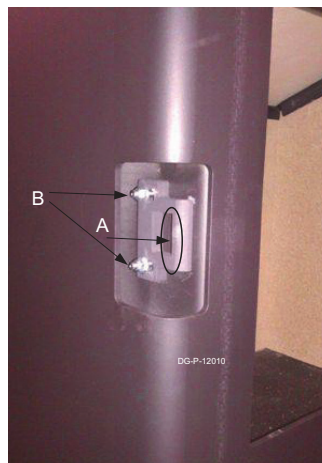
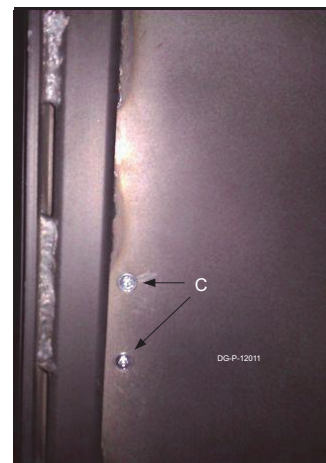

Fig. 1
Fig. 2
- graissez éventuellement avec un peu de graisse résistant à la chaleur la face intérieure de la gâche (Fig 1, A) ;
- Si nécessaire, la porte peut être réglée en faisant légèrement glisser la gâche en dévissant légèrement les deux vis métalliques à tête en croix (Fig 2, C) et les écrous autobloquants (Fig 1, B) ;
- dévissez les contre-écrous (Fig 1, B) d'un tour jusqu'à ce que la gâche puisse juste glisser.
Attention Il est important que l'évacuation des fumées de combustion (buselot ou pièce de raccordement convenant pour tuyau inox de 150 mm) se trouve dans le plafond à 190 mm à compter du foyer jusqu'au mur (voir la fig. 1). S'il y a plus ou moins de distance, des coudes doivent être utilisés.
- La hauteur conseillée est de 930 mm (450 mm sous foyer). La hauteur minimale de la plaque murale doit toutefois être de 780 mm (300 mm sous foyer), voir la fig. 2.